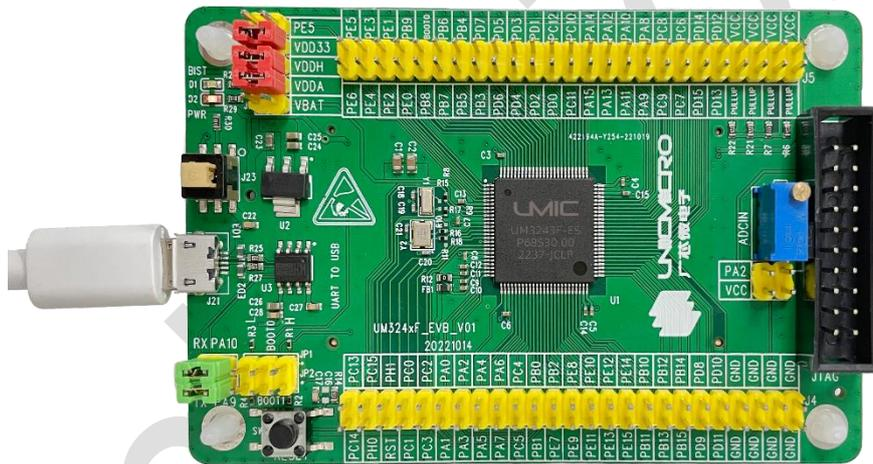
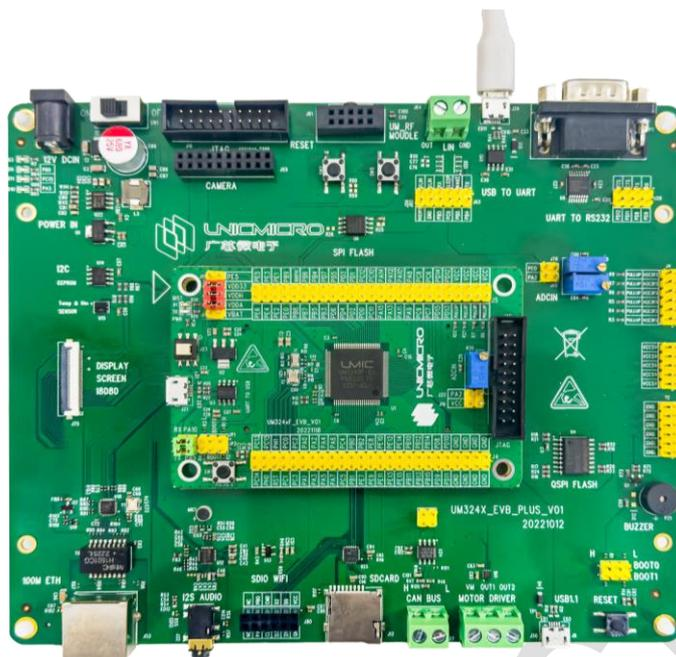

图 2-34：EVB 量产环境硬件示意图
图 2-35: EVB PLUS 量产环境硬件示意图
1. 将硬件开发板的 USB 供电口与 PC 电脑的 USB 口连接起来，开发板连接图如图 2-34 和图 2-35 所示，将电源开关打开，给开发板供电。